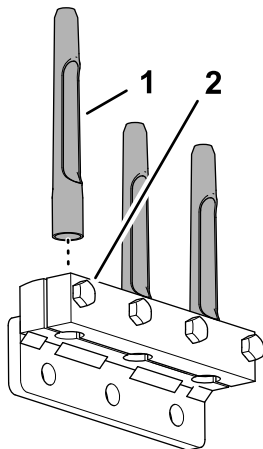

Figure 41
2. Insérez les louchets dans le porte-louchets et la bride de serrage (Figure 41).